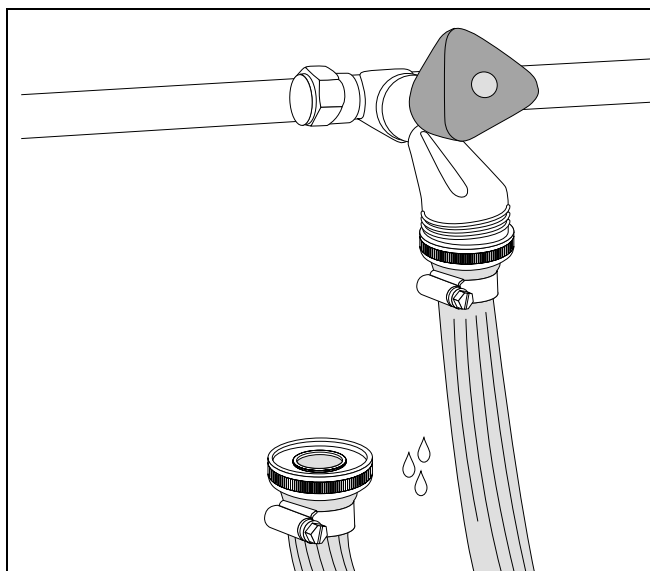

Рис. 9 Наполнение шланга
- Отвинтить заглушку (рис. 9).